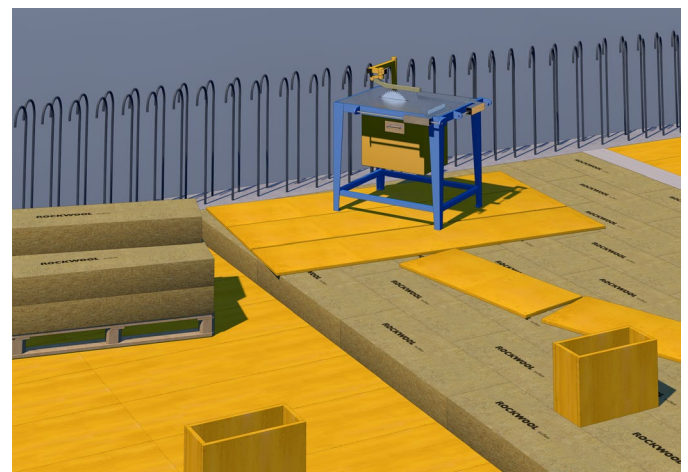

Abb. 4: Lastverteilungsmaßnahme für Bereiche die im Arbeitsverlauf vermehrt begangen werden.
- Um Schäden am Dämmstoff zu vermeiden sind Bereiche, die im Arbeitsablauf vermehrt begangen oder als kurzzeitige Lagerfläche benutzt werden, durch lastverteilende Abdeckungen zu schützen (z.B. Schaltafeln, Abbildung 4).